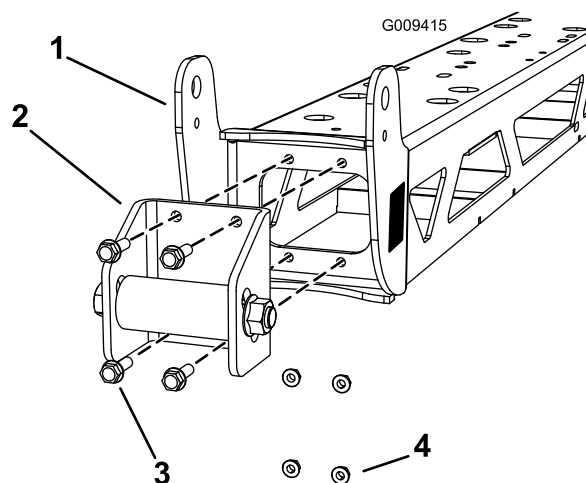

図 1
2. ストップを（図 1）のように固定している 4 本のボルト & Bolt5_16x1、およびナット & Nut5_16 を外す。センター・ブームの両側についているハードストップ・アセンブリを外す。外した部品は将来に備えて保管しておく。